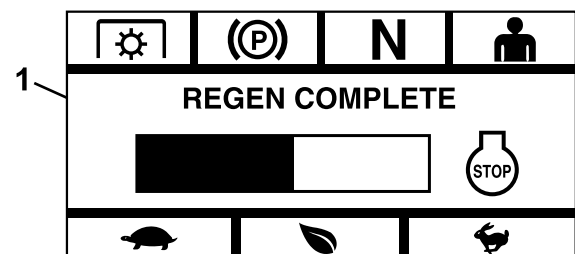

Figure 17
- **Terminé** – si le processus réussit, le module affiche l'écran Regen Complete (régén. terminée) (Figure 17). Il comporte un graphique à barres de décompte de 5 minutes.